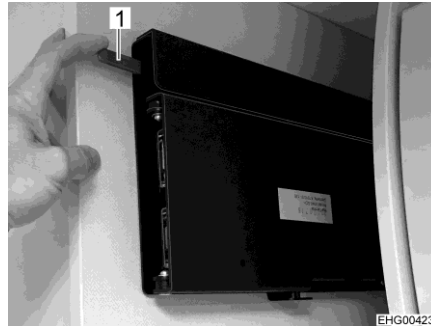
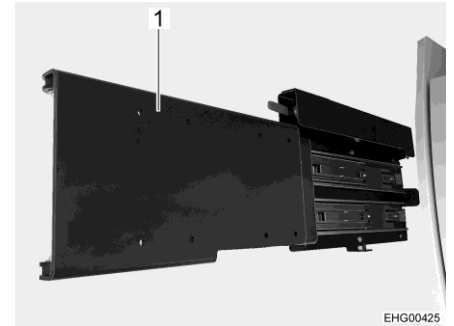

Fig. 93 Desbloquear el dispositivo de extracción
Fig. 94 Dispositivo de extracción (extendido)
- Presionar la palanca roja (Fig. 93,1) hacia abajo y extraer el dispositivo de extracción (Fig. 94, 1). La pantalla plana está orientada hacia el habitáculo.